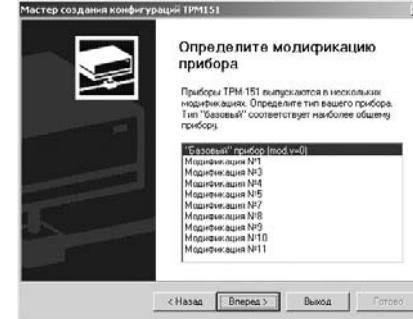

Рис. 24
**Если модификацию считать не удается,** появится соответствующее сообщение. Нажмите [OK] – открывается окно с приглашением выбрать модификацию прибора из списка (рис. 24).